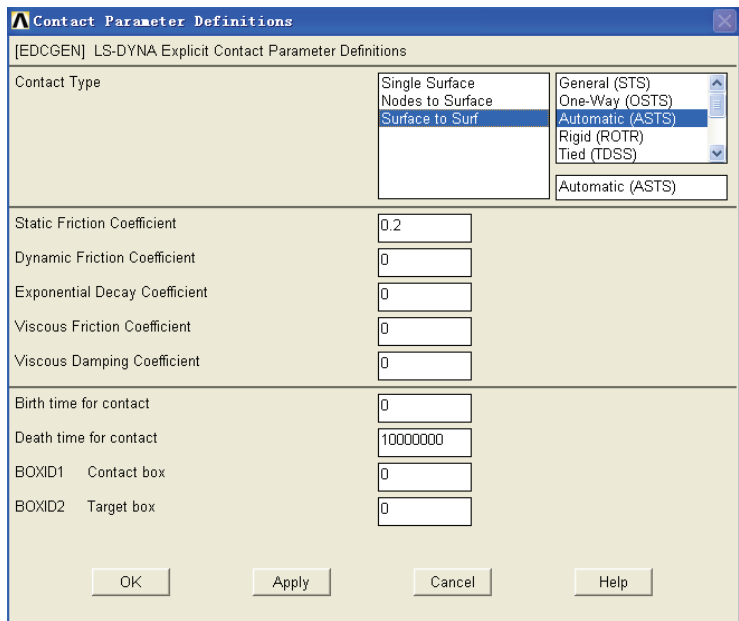

图 5-243 定义接触对话框
16) 选择 Main Menu | Preprocessor | LS-DYNA Options | Contact | Define Contact 命令, 出现 Contact Parameter Definitions 对话框, 在 Contact Type 列表框中选择 Surface to Surf Automatic (ASTS), 在 Static Friction Coefficient 输入栏中输入 0.2, 在 Death time for contact 输入栏中输入 10000000, 如图 5-243 所示, 单击 OK 按钮, 出现 Contact Options 对话框, 在 Contact Component or Part no. 下拉选框中选择 2, 在 Target Component or Part no. 下拉选框中选择 1, 单击 OK 按钮关闭该对话框。